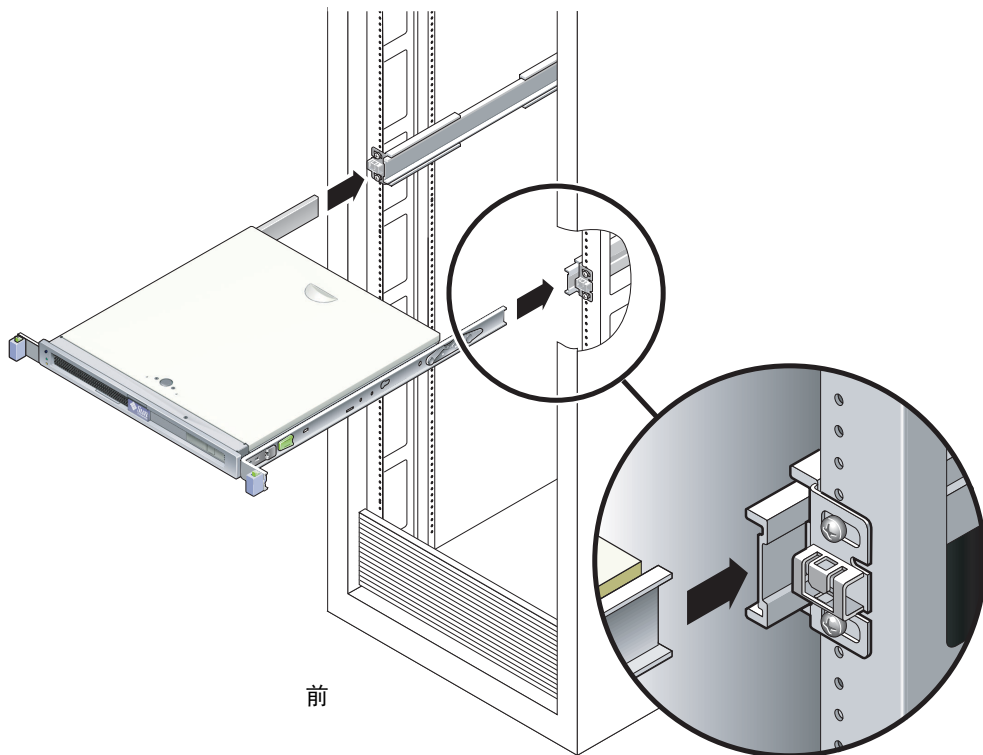

图 2-8 将底盘安装到滑轨上
2. 抬起服务器，将安装托架的末端插入左右两侧的滑轨（图 2-8）。